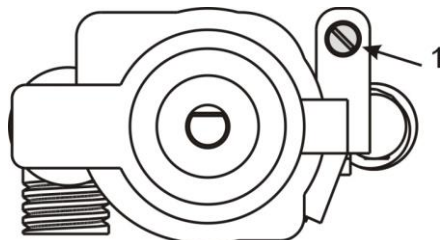

Рис.4. Кран горелки
В некоторых случаях необходимо, чтобы горелка не гасла полностью, а горела на минимальном режиме (режим «малое пламя»). Для настройки режима горелки «малое пламя» необходимо отрегулировать кран соответствующей горелки (рис.4), для этого:
- С помощью плоской отвертки и регулировочного винта 1 (рис.4) отрегулируйте подачу газа в горелку.